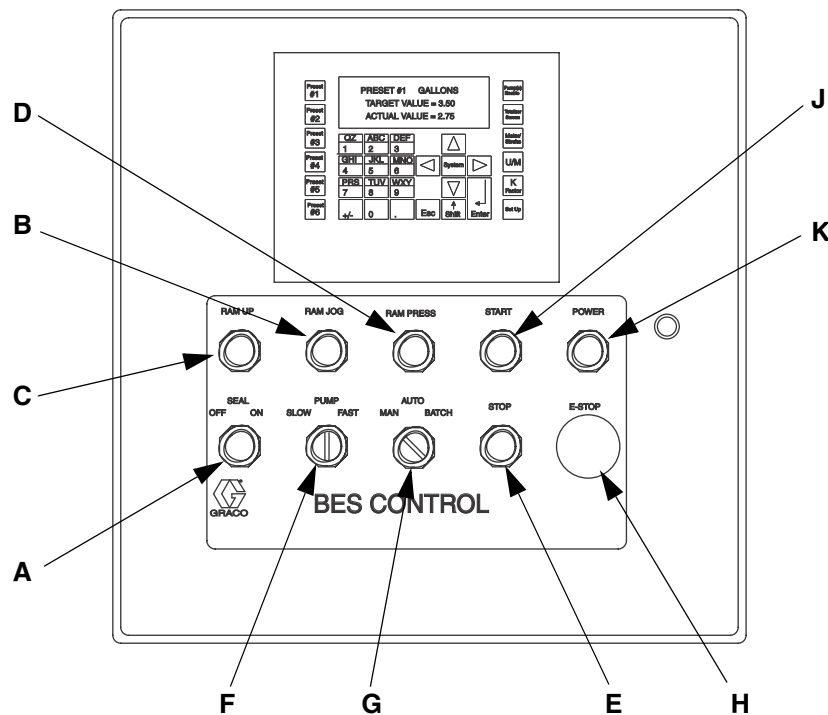

Рис. 12. Электронные панели управления 15H145 и 15J902
**ПРИМЕЧАНИЕ.** Для остановки системы можно в любой момент нажать кнопку STOP («Стоп»). См. Рис. 12.